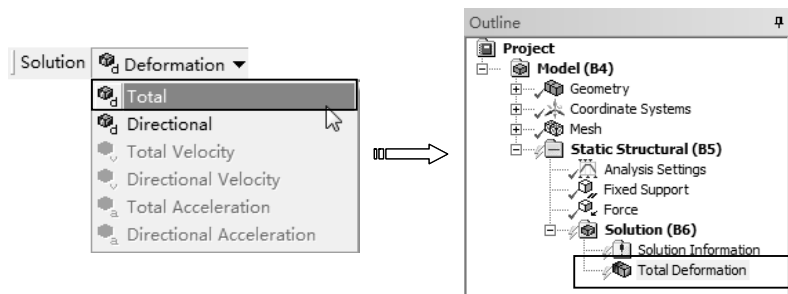

图 5-77 添加变形求解项
- 2) 求解变形。单击【Solution】工具栏上的【Deformation】|【Total】命令，此时在分析树中插入【Total Deformation】项，如图 5-77 所示。